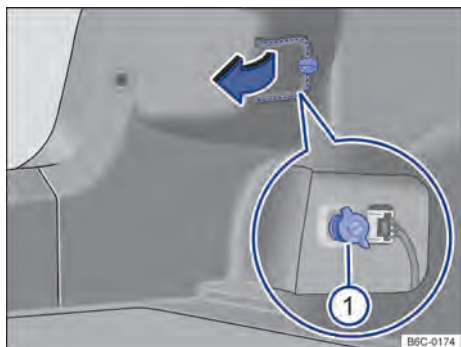
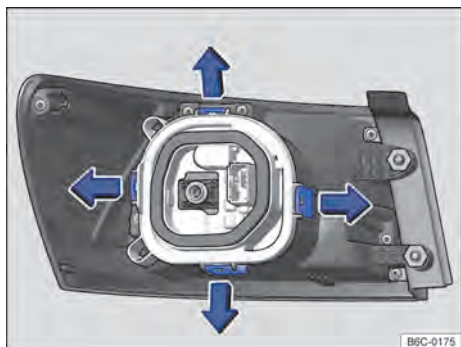

Fig. 167 No compartimento de bagagem: desinstalar cobertura e retirar o parafuso borboleta (1) (lupa).
Fig. 168 Lanterna traseira: desinstalar o suporte das lâmpadas
- ① Observar a lista de controle e executar as ações → Página 208.
- ② Abrir a tampa traseira → Página 76.
- ③ Para abrir a cobertura da lanterna, girar a trava → Fig. 167 (seta).
- ④ Abrir a cobertura junto com a trava para o lado.
- ⑤ Soltar o parafuso borboleta (1) (lupa) e retirá-lo, segurando, ao mesmo tempo a lanterna traseira.
- ⑥ Puxar cuidadosamente a lanterna traseira para fora, para desencaixá-la da carroceria → ①.
- ⑦ Desencaixar o conector de alimentação das lâmpadas da lanterna, para remover totalmente a lanterna.
- ⑧ Colocar a lanterna traseira sobre uma superfície limpa e lisa.
- ⑨ Para destravar o suporte das lâmpadas, pressionar cada lingueta de travamento → Fig. 168 no sentido das setas.
- ⑩ Remover o suporte das lâmpadas cuidadosamente.
- ⑪ Para remover as lâmpadas incandescentes queimadas pressionar a lâmpada contra o alojamento e girar no sentido anti-horário.
- ⑫ Substituir a lâmpada incandescente queimada por uma lâmpada incandescente nova do mesmo modelo.
- ⑬ Para inserir as novas lâmpadas no suporte das lâmpadas, introduza a nova lâmpada no respectivo alojamento. Pressionar a lâmpada e girar no sentido horário até o batente.
- ⑭ Certificar-se de que as lâmpadas estão corretamente fixadas no suporte das lâmpadas.
- ⑮ Instalar o suporte das lâmpadas na lanterna traseira. As linguetas de travamento → Fig. 168 devem encaixar de forma audível.
- ⑯ Colocar o conector de alimentação na lanterna.
- ⑰ Encaixar a lanterna traseira cuidadosamente no alojamento da carroceria.
- ⑱ Segurar a lanterna traseira na posição de montagem com uma das mãos e aparafusar com a outra o parafuso borboleta → Fig. 167 (1).
- ⑲ Recolocar a cobertura da lanterna em sua posição e girar a trava para fechar.
- ⑳ Fechar a tampa traseira → Página 76.